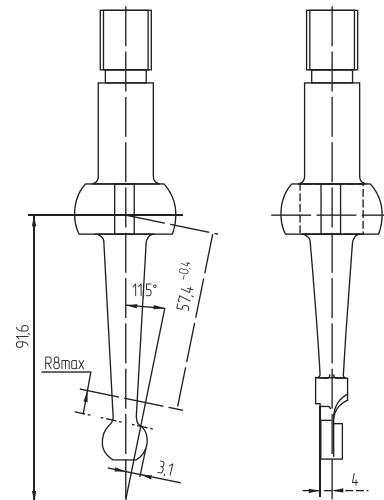

Рис. 16
4. Приобретите механизм переключения РК с каталожным номером 3163-00-1803010-00. При покупке убедитесь, что сам рычаг имеет конфигурацию согласно Рис. 16. Если до установки стоял однорычажный механизм старого образца, то возможно заменить рычаг переключения передач на РК 3160-1803070 выпуска не ранее сентября 2009 г со специальной проточкой на нижнем конце рычага. Рекомендуем купить рычаг в магазине, т.к. при доработке рычага установленного ранее в автомобиле приведет к потере термообработки нижнего конца рычага. При невозможности покупки отдельного рычага можно купить механизм в сборе, на котором установлен модифицированный.